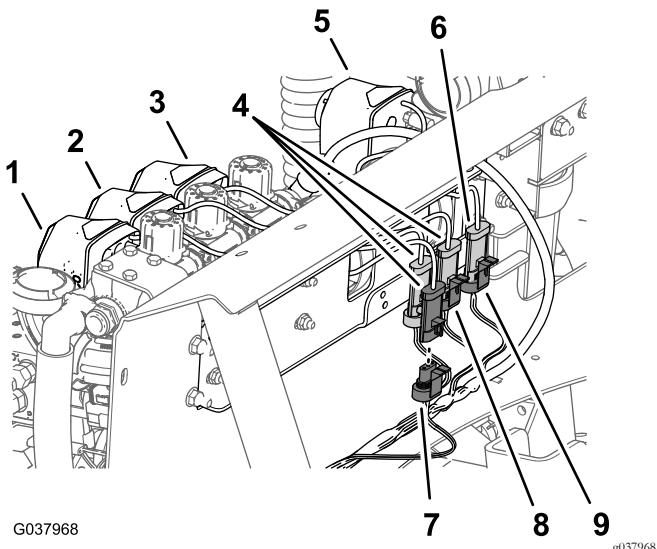

**Bild 113**
1. Verlegen Sie den 74-cm-Kabelbaumzweig für die Stromspule der Sprühpumpe über die Oberseite des Sprühfahrzeug-Rahmenkanals und nach unten zur Stromspule der Sprühpumpe (Bild 113).
2. Stecken Sie die Eindrückbefestigung des 74-cm-Kabelbaumzweigs in das Loch im Sprühfahrzeug-Kanalrahmen (Bild 113).